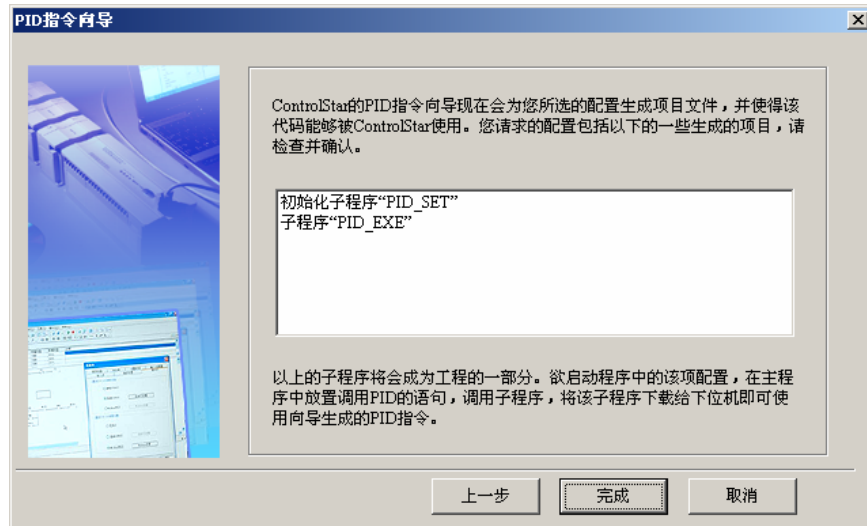

图6-24 子程序显示对话框
8. 点击下一步，出现图 6-24 所示对话框，显示最后要生成的两个子程序的名字。